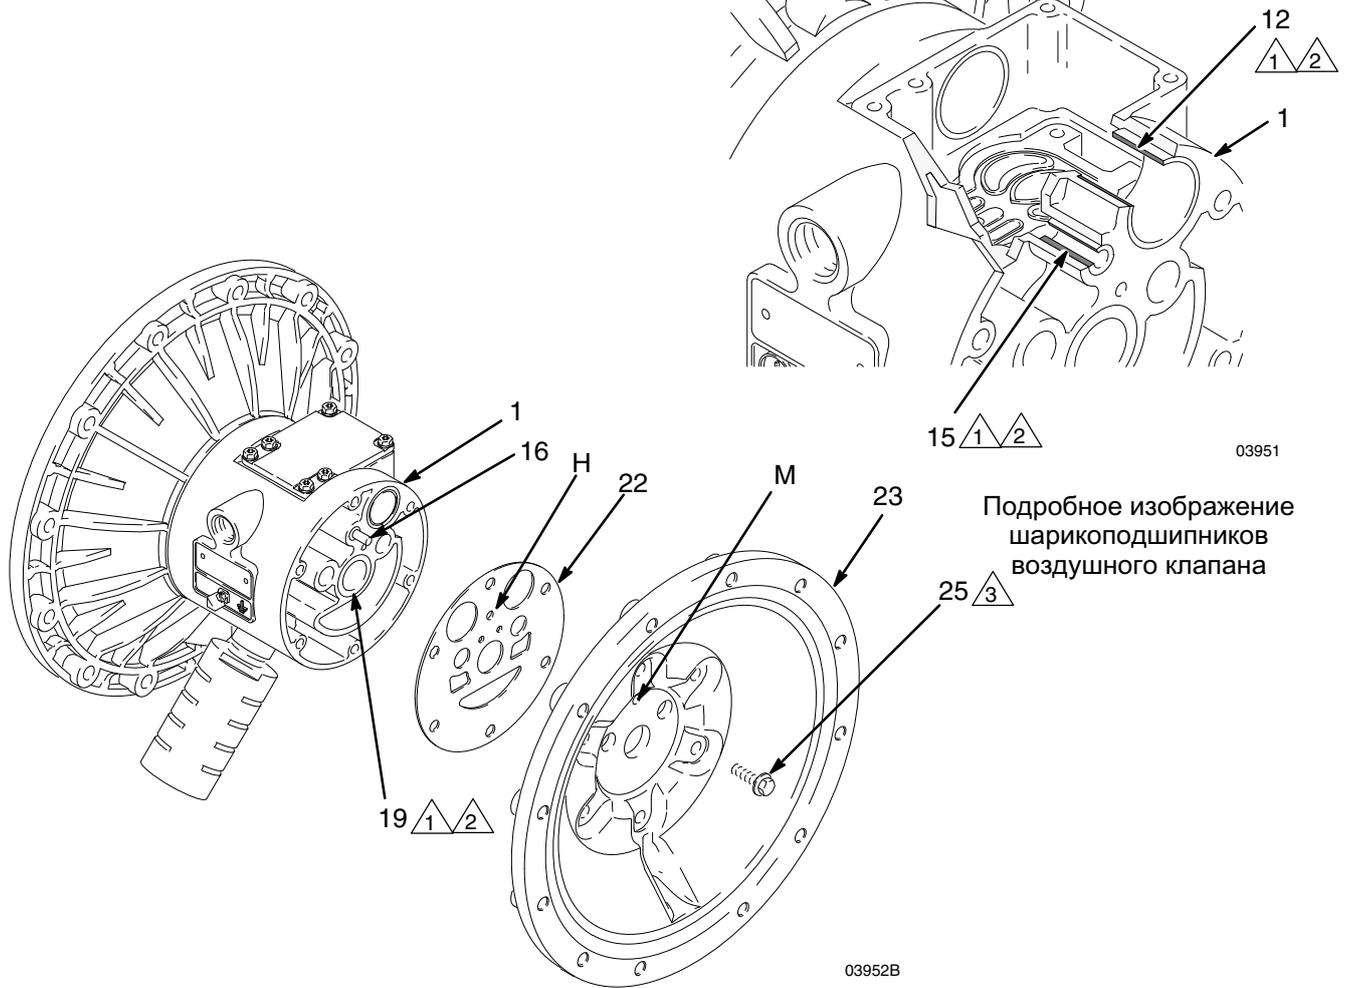

Рис. 13
**ПРИМЕЧАНИЕ.** Если необходимо снять только шарикоподшипник (19) вала диафрагмы, пропустите пункт 4.
5. Выкрутите винты (25), с помощью которых крышки (23) воздушной секции крепятся к корпусу (1), используя торцевой гаечный ключ на 10 мм. См. раздел Рис. 13.
6. Извлеките прокладки (22) крышки блока подачи воздуха. Всегда заменяйте прокладки новыми.
7. С помощью съёмника подшипников снимите подшипники (19) вала мембраны, подшипники (12) воздушного клапана или подшипники (15) направляющих штифтов. Не снимайте неповрежденные шарикоподшипники.
1. Если вы снимали П-образные уплотнители (402\*), установите их на место так, чтобы их кромки были обращены из корпуса (1) наружу.
2. Шарикоподшипники (19, 12 и 15) имеют коническую форму, поэтому установить их можно только одним способом. Вставьте шарикоподшипники в корпус (1) коническими концами вперед. Используя пресс или блок с резиновым молотком, установите шарикоподшипник методом прессования так, чтобы он располагался заподлицо с поверхностью корпуса.
4. Выровняйте новую прокладку (22) крышки воздушной секции так, чтобы направляющий штифт (16), выступающий из корпуса (1), прошел через соответствующее отверстие (Н) в прокладке.
5. Выровняйте крышку (23) блока подачи воздуха так, чтобы направляющий штифт (16) попал в среднее отверстие (М) из трех небольших отверстий, расположенных у центра крышки. Винтите винты (25) и затяните их вручную. См. раздел Рис. 13. С помощью торцевого ключа на 10 мм затяните винты равномерно на одинаковой высоте друг напротив друга с усилием 14–17 Нм (120–150 дюймофунтов).